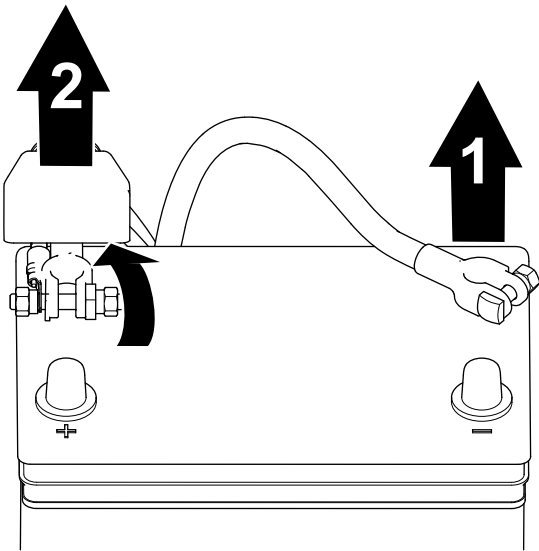

图 38
2. 从电池电极上断开负极电池接线图 38。
3. 提起绝缘体并从电池电极上断开正极电池接线图 38。